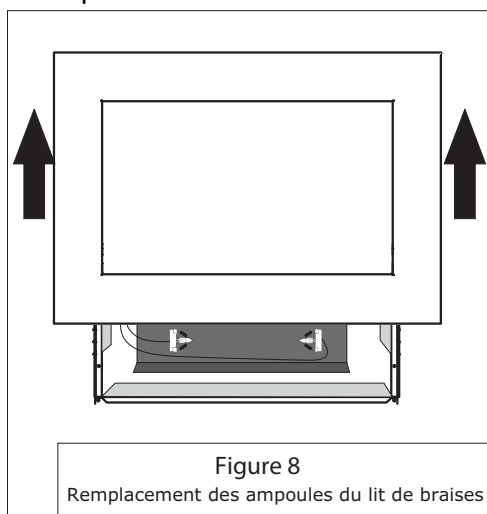

Figure 8
3. Soulevez le panneau de verre et retirez-le (figure 8). Elle se trouve sous le tambour rotatif de simulation des flammes, vers l'avant de l'appareil.